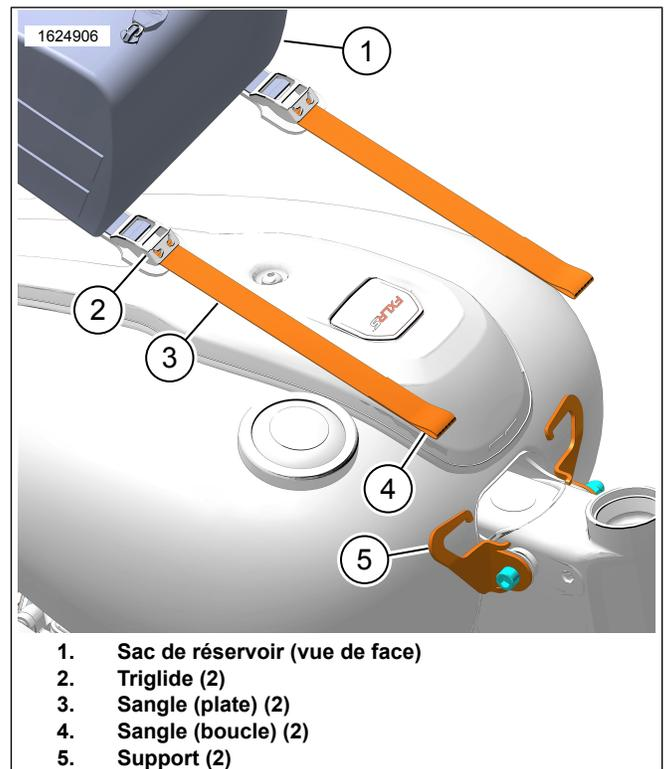
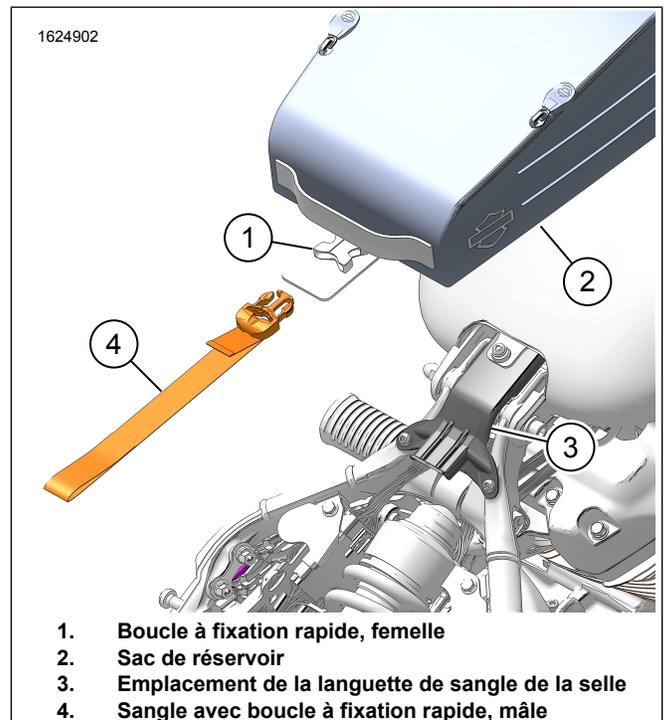
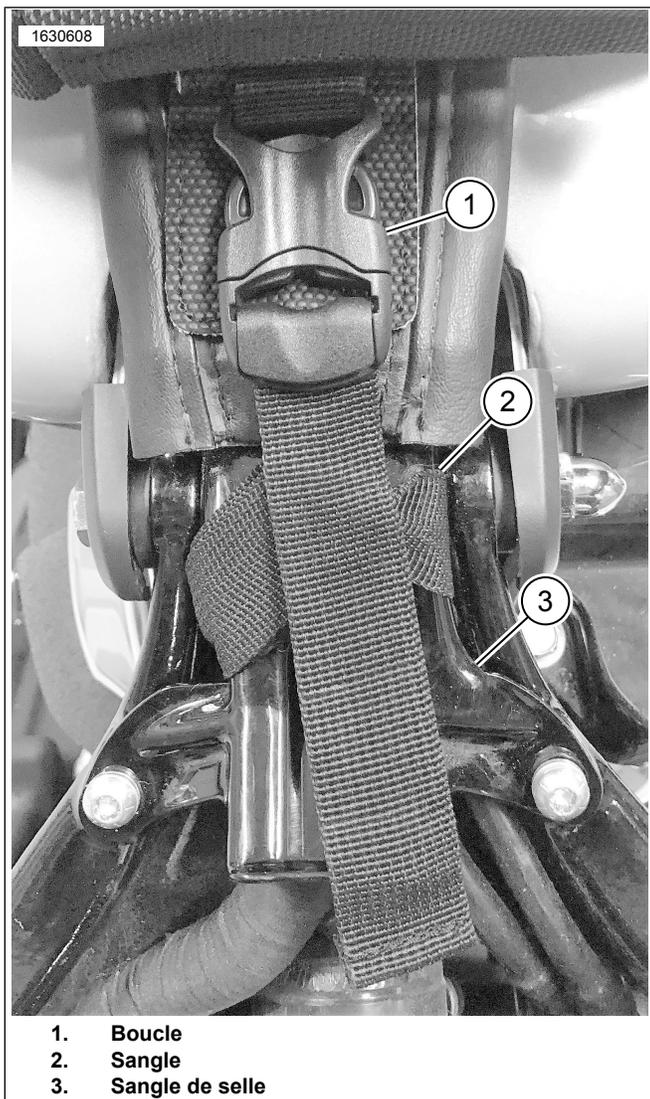

Figure 3. Sangle de réservoir avant
Figure 4. Sangle de réservoir arrière
Figure 5. Sangle attachée à la languette de la selle
3. Figure 3 Installer l'extrémité de la sangle velcro avec les boucles (3) sur l'extrémité avec les crochets du support (5).
4. Acheminer l'extrémité plate de la sangle (3) à travers le Triglide (2) sur le sac de réservoir (s'il n'est pas déjà installé).
- b. Les Triglides (2) doivent passer à l'intérieur des boucles élastiques.
6. Figure 4 Acheminer l'extrémité avec la boucle de la sangle (4) entre la languette de la selle (3) et le cadre.
7. Acheminer l'extrémité plate de la sangle (4) avec la boucle mâle à travers l'extrémité avec les boucles de la sangle (4).
- b. Veillez à ce que la sangle soit positionnée au-dessus de la languette de la selle lorsqu'elle est serrée. Figure 5
8. Figure 4 Installer l'extrémité mâle de la boucle (4) à la boucle femelle (1) qui est fixée au sac de réservoir.
- b. Figure 5 Installer du ruban protecteur sur le réservoir de carburant sous la boucle (1) de la sangle arrière. Nettoyer la surface avec un mélange à parts égales d'alcool isopropylique et d'eau avant d'appliquer.
- 10. Figure 3 Tirer l'extrémité plate des sangles (2) pour fixer le sac.
- 11. Figure 4 Tirer l'extrémité plate de la sangle (4) pour fixer le sac.
- a. Fermer le fermoir pour maintenir la sangle (4) en place.